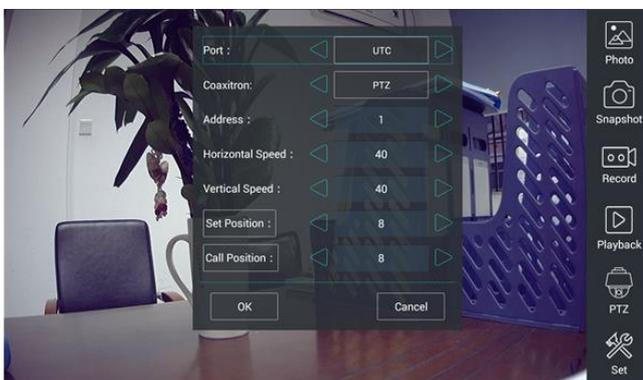

Рис. 101 Настройки для управления PTZ TVI видеокамерой по коаксиальному кабелю
- 7) В строке Соахитрон выберите соответственно PTZ (рис. 101);